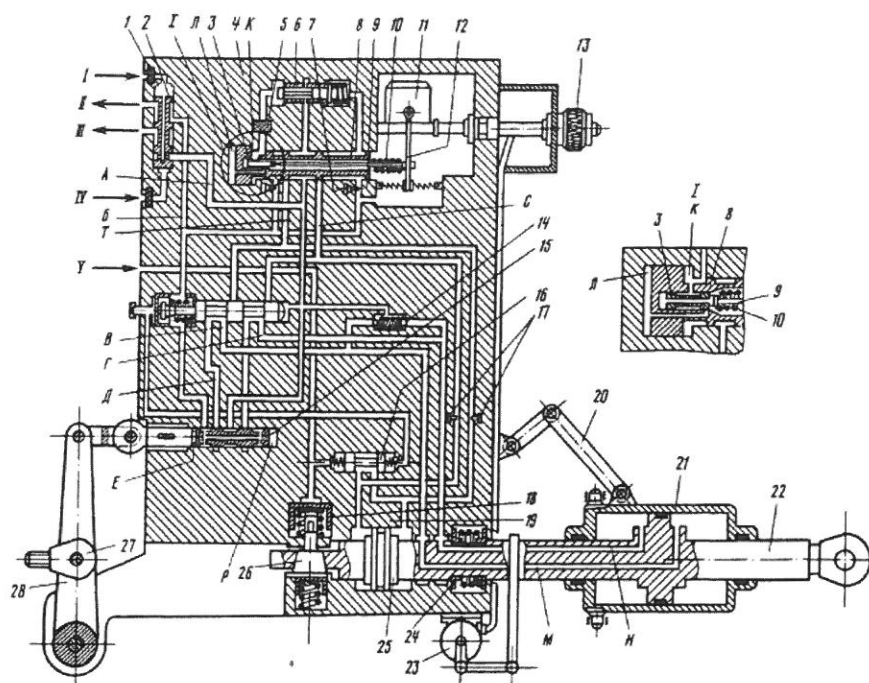

Рис. 9.17. Принципиальная схема комбинированного агрегата управления КАУ-30Б:
- 53 Используя рисунок 9.17, проследите изменение положения узлов агрегата КАУ-30Б при: